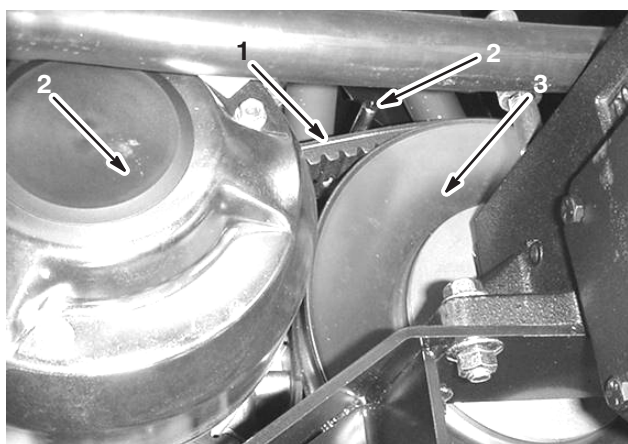

Figure 52
- Desserrez les 2 guide-courroie près de l'embrayage secondaire (Fig. 52).
- Faites tourner la courroie et faites-la passer sur l'embrayage secondaire (Fig. 52).
- Déposez la courroie de l'embrayage primaire (Fig. 52).
- Placez la courroie neuve sur l'embrayage primaire (Fig. 52).